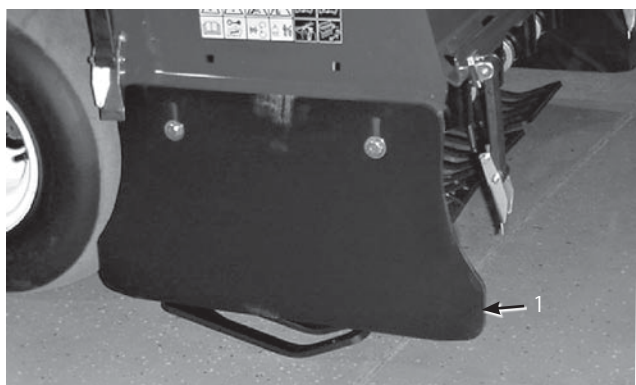

図55
1. サイド・シールド (図55) をフレームに固定しているボルトとナットをゆるめる。